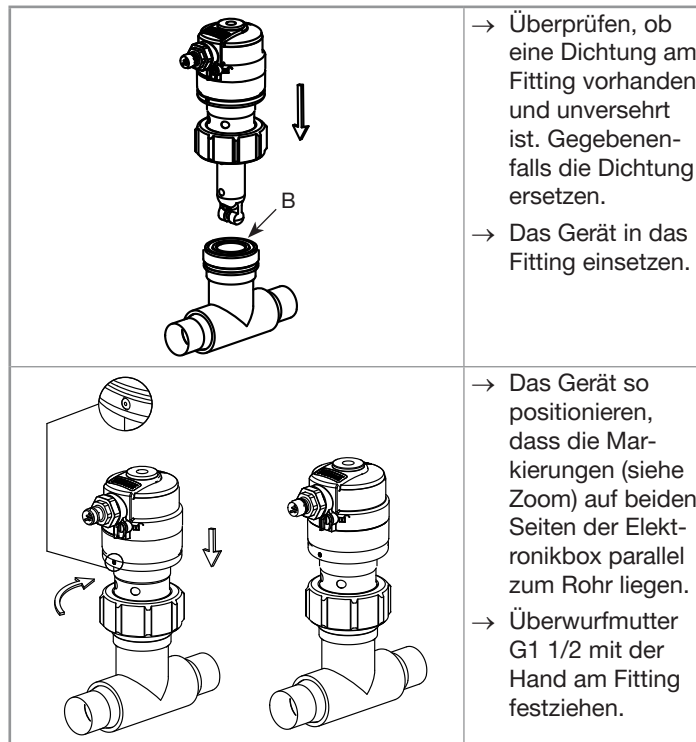

Abb. 10: Installation des Geräts am Fitting
- Das Gerät am Fitting montieren (siehe Abb. 10).
- Das Gerät so positionieren, dass die Markierungen (siehe Zoom in Abb. 10) auf beiden Seiten der Elektronikbox parallel zum Rohr liegen.